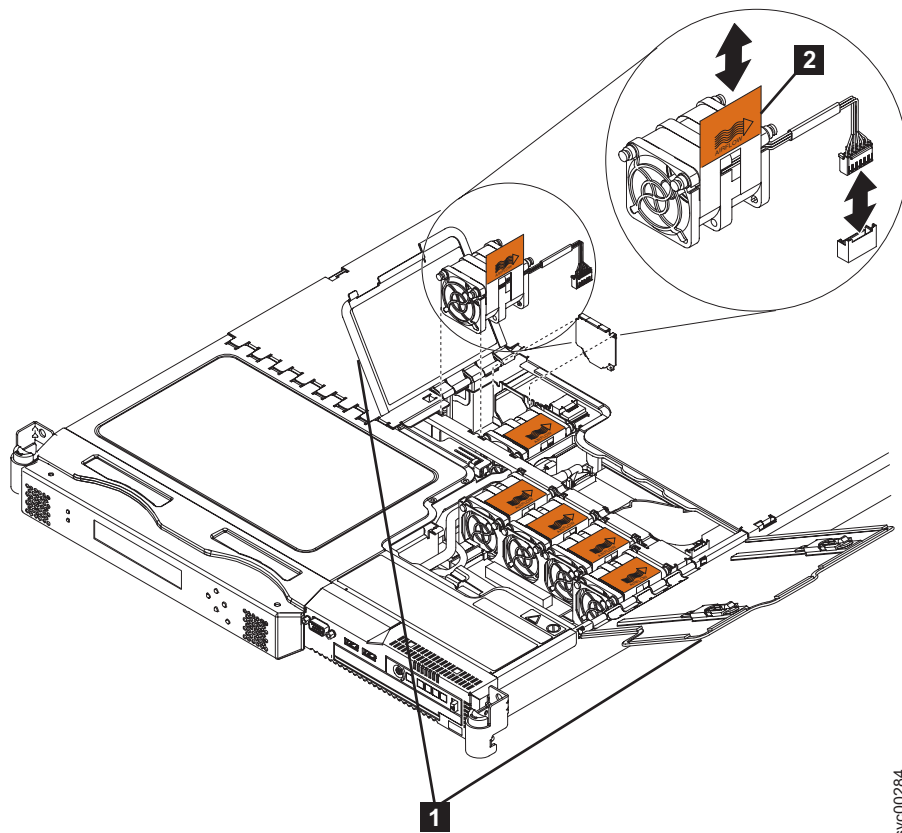

図 247. SAN ボリューム・コントローラー 2145-8G4のファン・ドア、ロケーションおよびコネクター
1. 取り外したファンと同じ位置に、新しいファンを配置します。オレンジ色のタブ (図 247 の **2**) 上の排気インディケーターがノードの背面方向を指し示していることを確認します。